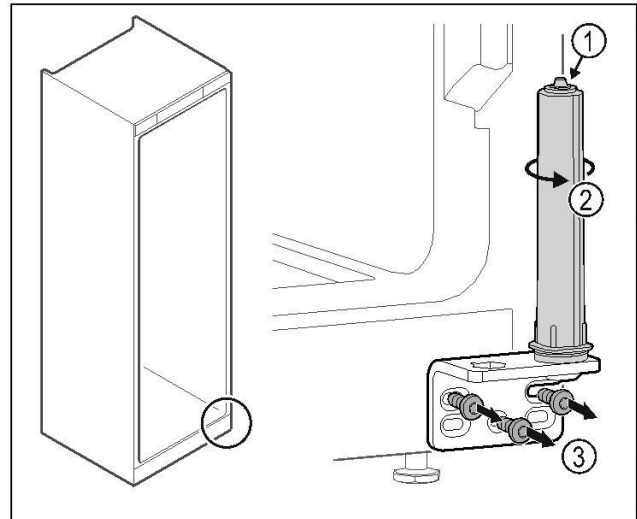

Fig. 34
- || Deursluitsysteem niet uit elkaar halen Fig. 34 (1).
- || Sluitsysteem Fig. 34 (2) draaien tot het klikt.
- || Scharnierhoek Fig. 34 (3) losschroeven.